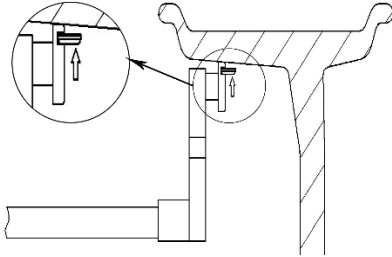

Abbildung 14-4
5. Drücken Sie [T], um die Tracking-Klebefunktion zu aktivieren. Klemmen Sie die inneren Klebegewichte mit der Klebeseite nach oben auf den Kopf der Messlehre, drehen Sie das Rad, wenn die Anzeige für die Position des inneren Auswuchtgewichts aufleuchtet und "OK" anzeigt, ziehen Sie die Messlehre heraus, bis die Anzeige für die innere Spurhaltung aufleuchtet, drehen Sie die Messlehre und kleben Sie die Auswuchtgewichte auf die Felge (Abbildung 14-4).
6. Klemmen Sie die äußeren Klebegewichte mit der Klebeseite nach oben auf den Kopf der Messlehre, drehen Sie das Rad, wenn die Positionsanzeige für das äußere Auswuchtgewicht leuchtet und "OK" anzeigt, ziehen Sie die Messlehre heraus, bis die Anzeige für die äußere Spurhaltung leuchtet, drehen Sie die Messlehre und kleben Sie die Gewichte auf die Felge (Abbildung 14-4).
5. Drücken Sie [T], um die Tracking-Sticking-Funktion zu aktivieren. Klemmen Sie die äußeren Klebegewichte mit der Klebeseite nach oben auf den Kopf der Messlehre, drehen Sie das Rad, wenn die Positionsanzeige für das äußere Auswuchtgewicht leuchtet und "OK" anzeigt, ziehen Sie die Messlehre heraus, bis die Anzeige für das äußere Tracking-Kleben leuchtet, drehen Sie die Messlehre und kleben Sie die Gewichte auf die Felge (siehe Abbildung 14-4).
14.6 Ablauf statisches Auswuchten (ST)
Drücken Sie [T], um die Tracking-Sticking-Funktion zu aktivieren. Kleben Sie die Klebegewichte mit der Klebeseite nach oben auf den Kopf der Messlehre, drehen Sie das Rad, wenn die Positionsanzeige für das Auswuchtgewicht leuchtet und "OK" anzeigt, ziehen Sie die Messlehre heraus, bis die Anzeige für die Nachlaufklebefunktion leuchtet, drehen Sie die Messlehre und kleben Sie die Gewichte auf die Felge (siehe Abbildung 14-4).